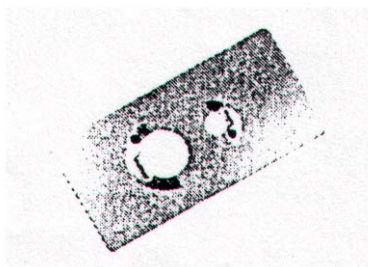

Fig. 7
1. 將上述 (10) 所打好之錠劑放於圖 (Fig. 7) 錠劑架上，然後放到儀器上測定光束側，將另一只空的錠劑架置於參考光束。